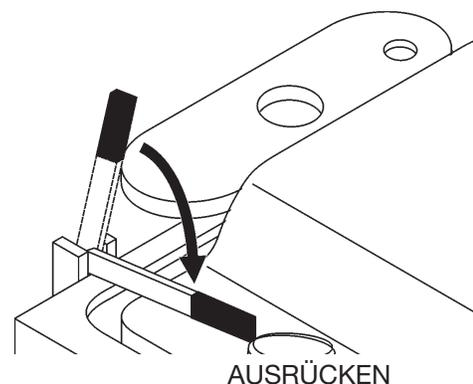

Abb. 53. Getriebekupplungshebel
1. Den **Getriebekupplungshebel** in die Position **AUSGERÜCKT** umlegen (Abb. 53).